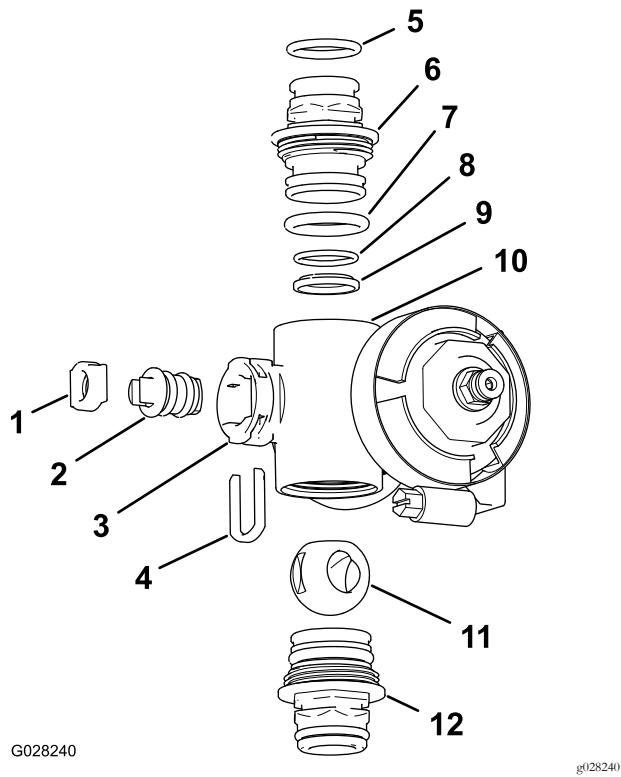

**Bild 139**
1. Drehen Sie den Ventilschaft so, dass er in der geschlossenen Stellung ist (Bild 139).
3. Drehen Sie den Ventilschaft so, dass die Kugel in der GEÖFFNETEN Stellung ist (Bild 139).
- Drehen Sie den Ventilschaft so, dass das Ventil geschlossen ist (Bild 139).